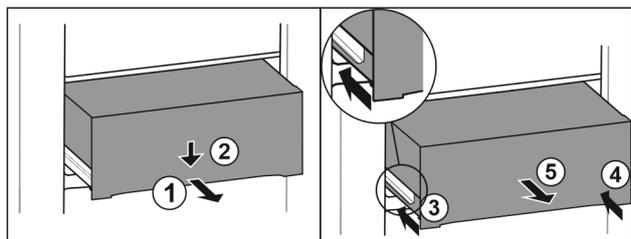

Fig. 104
- Изтеглете чекмеджето наполовина. Fig. 104 (1)
- Натиснете надолу чекмеджето от предната страна. Fig. 104 (2)
- Вкарайте лявата релса приблизително 2 cm навътре. Fig. 104 (3)
- Вкарайте дясната релса приблизително 2 cm навътре. Fig. 104 (4)
- Извадете чекмеджето напред. Fig. 104 (5)